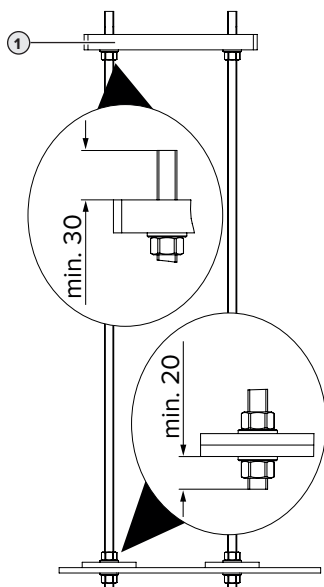

Fig. 3: Posição das anilhas e porcas [mm]
- Fixar os aços planos com uma porca e uma anilha em cada um, tendo em conta a Fig. 3. Certificar-se de que o conjunto de fixação de fundações está alinhado na horizontal.
- Montar a placa de fundação ou adaptadora (1) (disponível como acessório) no conjunto de fixação de fundações, tendo em conta a Fig. 3.